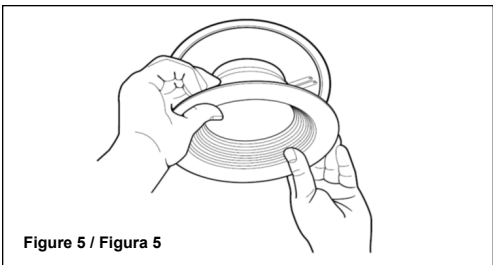

Figure 5 / Figura 5
1. Plug orange connector from the module into the mating orange connector in the housing opening and gently push the module up into the housing evenly on all sides until flush with ceiling (Figure 5).
- B. Spring retention clips (Model 4BEMW LED Only): Center the LED module in the housing opening and gently push the module up into the housing evenly on all sides until flush with ceiling (Figure 5).
- B. Pincas de retenue de ressort (Modèle 4BEMW LED): CCenter le module DEL dans l'ouverture du boîtier et pousser délicatement le module dans le boîtier uniformément sur tous les côtés jusqu'à ce qu'il affleure le plafond (Figure 5).